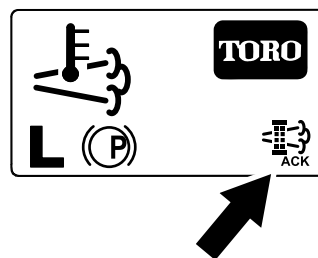

Figure 67
- L'InfoCenter affiche l'écran d'accueil et l'icône de confirmation de la régénération (Figure 67) apparaît en bas à droite de l'écran pendant le processus de régénération.